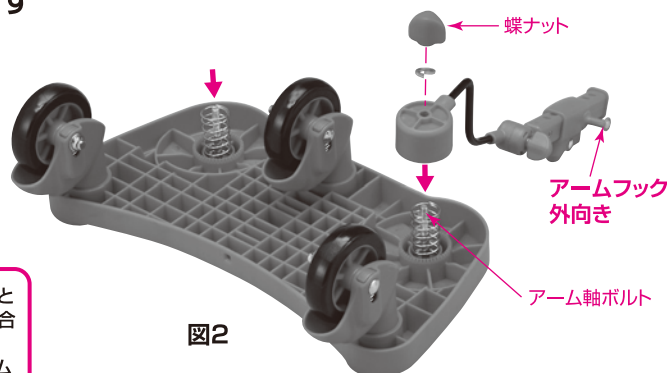

図2
- ①アームフックが外向きになるように、アームソケットの穴をアーム軸ボルト(2カ所)に通してはめ込みます。(図2)
- ②ワッシャー(小)をアーム軸ボルトに装着して、蝶ナットで軽く締めて、アームが回転する状態で仮留めしてください。(図2)